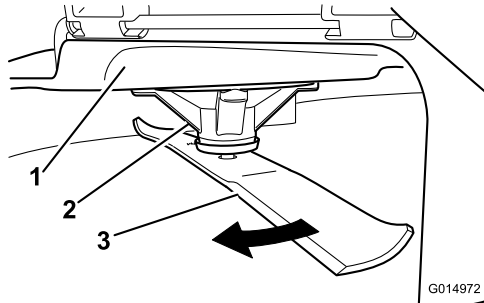

Figura 85
2. Llevando guantes fuertemente acolchados u otro tipo de protección apropiada para las manos, gire la cuchilla lentamente hasta una posición que permita medir la distancia entre el filo de corte y la superficie nivelada en la que descansa la máquina (**Figura 85**).